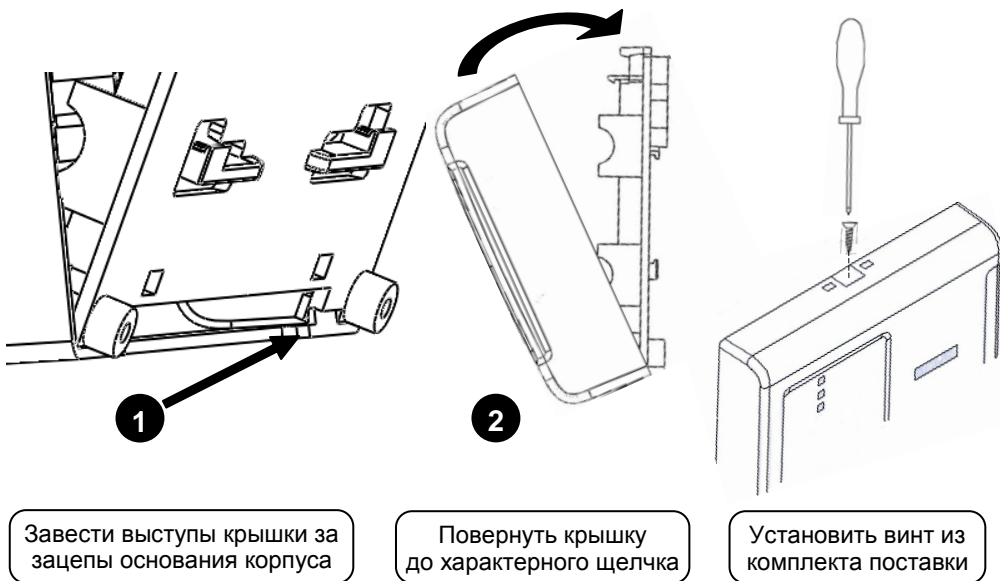

Рисунок 4. Установка крышки контроллера
4.6 После подключения проводов закройте крышку, как показано на рис.4.